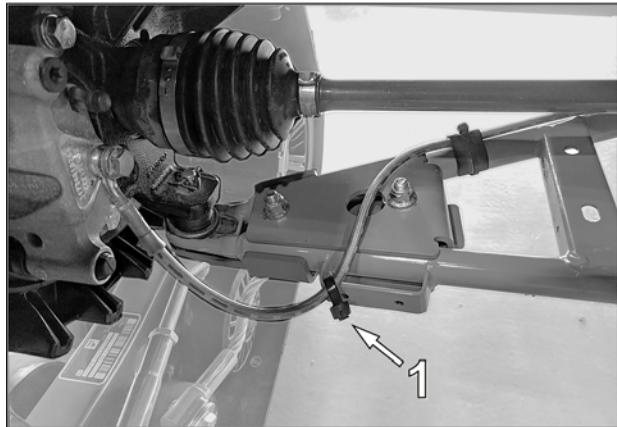

Fig. 25
1. If the front brake's hose has too much play, secure it to the lower suspension arm with an additional zip-tie (**1**), as shown in Fig. 25
1. Si les boyaux de frein avant ont trop de jeu et risquent d'être endommagés, fixez-les aux bras de suspension inférieurs à l'aide d'une attaches nylon supplémentaire (1). Voir la Fig. 25